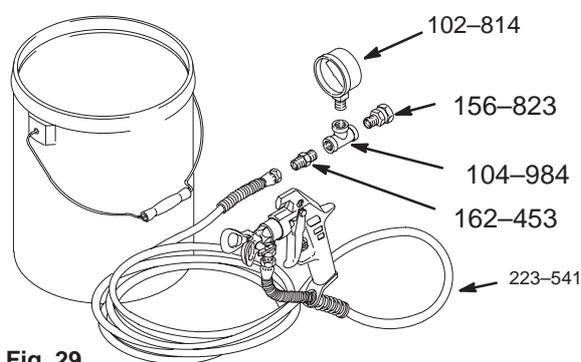

Fig. 29
2. Preparar el sistema tal como se muestra en la Fig. 29.